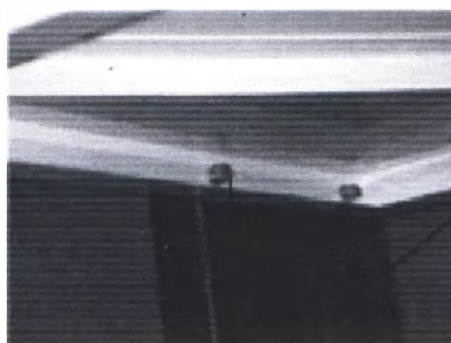

Рисунок 5
7.1.2.4 Установить аналогичным образом на необходимой высоте оставшиеся полки, заведя с внутренней стороны опор квадратные гайки из комплекта (рисунок 5)